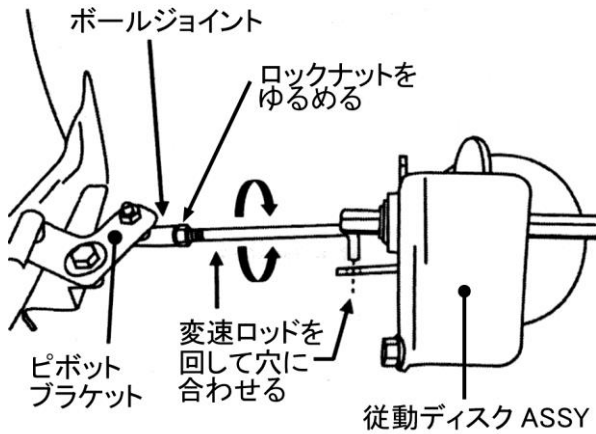

図 6-10
6. 伝達ロッドをまわして位置と向きを合わせてから、元の穴に納めてワッシャと割りピンを取り付けます。(次ページ図6-10)
(次ページ図6-10)